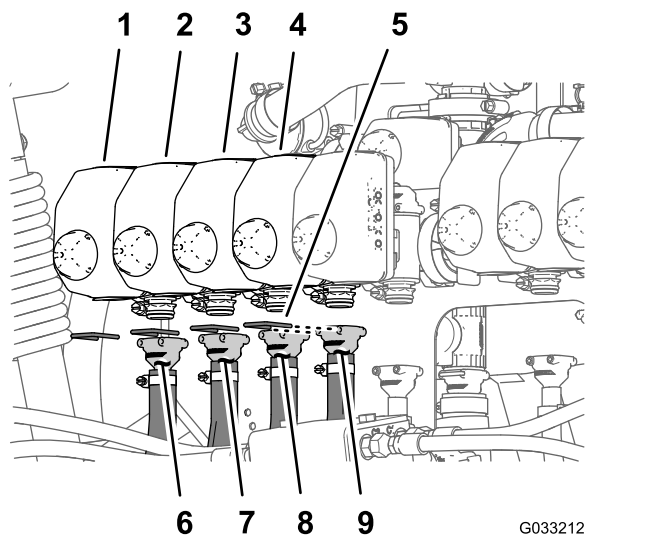
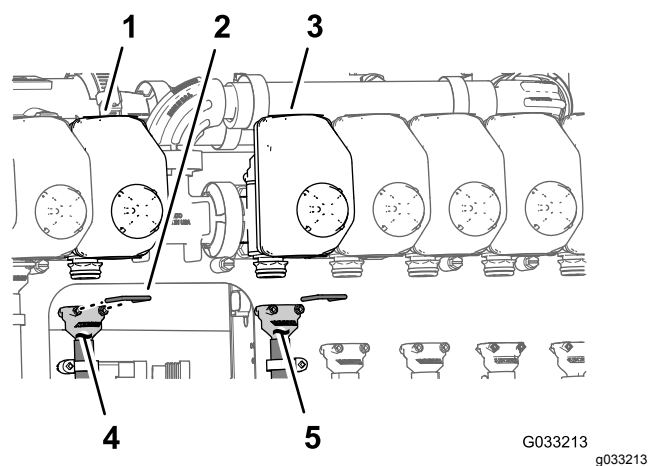
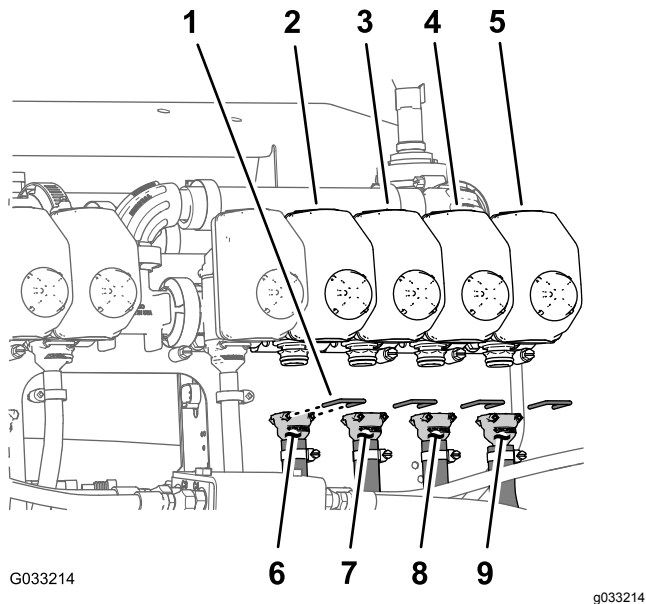

Figura 72
Figura 73
Figura 74
Nota: Consulte Figura 72 em Montar os tubos nas válvulas do bico 1 a 4 \(página 37\), Figura 73 em Montagem dos tubos nas válvulas do bico 5 e 6 \(página 37\) e Figura 74 em Montagem dos tubos nas válvulas do bico 7 a 10 \(página 38\) para ver as posições da válvula do bico.
1. Monte a união estriada reta de um tubo de alimentação com 279 cm no acoplador da válvula do bico 1 (Figura 72).
2. Prenda a união estriada ao acoplador com um retentor (Figura 72).
3. Monte a união estriada reta de um tubo de alimentação com 234 cm no acoplador da válvula do bico 2 (Figura 72).
4. Prenda a união estriada ao acoplador com um retentor (Figura 72).
5. Monte a união estriada reta de um tubo de alimentação com 188 cm no acoplador da válvula do bico 3 (Figura 72).
6. Prenda a união estriada ao acoplador com um retentor (Figura 72).
7. Monte a união estriada reta de um tubo de alimentação com 188 cm no acoplador da válvula do bico 4 (Figura 72).
8. Prenda a união estriada ao acoplador com um retentor (Figura 72).
1. Monte a união estriada reta de um tubo de alimentação com 81 cm no acoplador da válvula do bico 5 (Figura 73).
2. Prenda a união estriada ao acoplador com um retentor (Figura 73).
3. Monte a união estriada reta de um tubo de alimentação com 81 cm no acoplador da válvula do bico 6 (Figura 73).
4. Prenda a união estriada ao acoplador com um retentor (Figura 73).
1. Monte a união estriada reta de um tubo de alimentação com 188 cm no acoplador da válvula do bico 7 (Figura 74).
2. Prenda a união estriada ao acoplador com um retentor (Figura 74).
3. Monte a união estriada reta de um tubo de alimentação com 188 cm no acoplador da válvula do bico 8 (Figura 74).
4. Prenda a união estriada ao acoplador com um retentor (Figura 74).
5. Monte a união estriada reta de um tubo de alimentação com 234 cm no acoplador da válvula do bico 9 (Figura 74).
6. Prenda a união estriada ao acoplador com um retentor (Figura 74).
7. Monte a união estriada reta de um tubo de alimentação com 279 cm no acoplador da válvula do bico 10 (Figura 74).
8. Prenda a união estriada ao acoplador com um retentor (Figura 74).